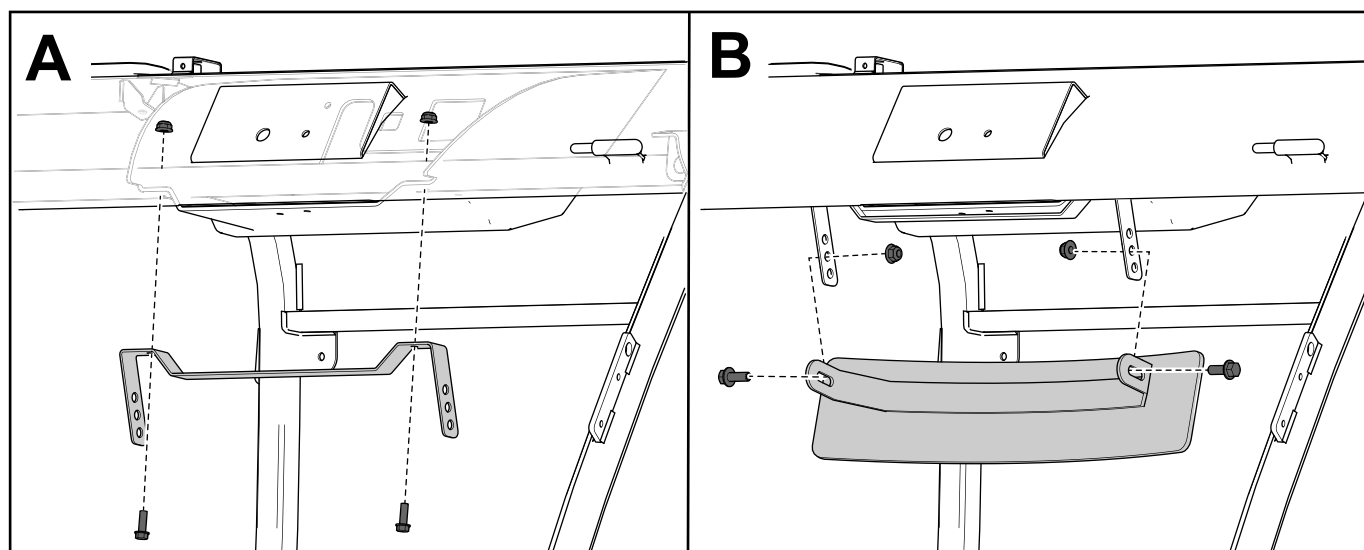

Figura 3
1. Instale a montagem do espelho utilizando os dois parafusos de cabeça de anilha sextavada ($\frac{1}{4} \times \frac{3}{4}$ pol.) e duas porcas de bloqueio ($\frac{1}{4}$ pol.) como se mostra em A de Figura 3.
2. Instale o espelho de grande ângulo utilizando os dois parafusos de cabeça flangeada ($\frac{3}{8} \times 1$ pol.) e duas porcas flangeadas ($\frac{3}{8}$ pol.) como se mostra em B de Figura 3.